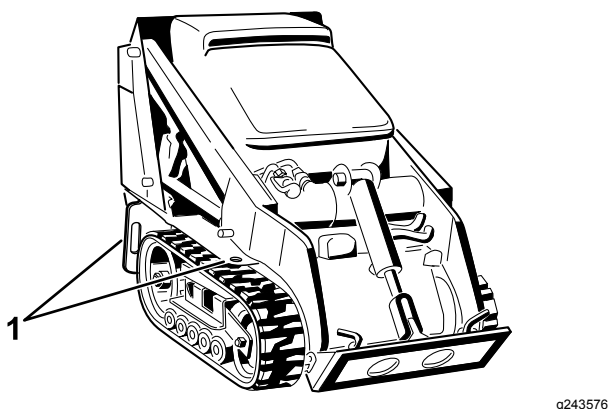

Figure 21
8. Servez-vous des points d'attache en métal de la machine pour l'arrimer solidement sur la remorque ou le véhicule de transport au moyen de sangles, chaînes, câbles ou cordes (Figure 21). Reportez-vous à la réglementation locale concernant les exigences d'arrimage.
Vous pouvez soulever la machine en vous servant des points d'attache/de levage ; voir Figure 21.